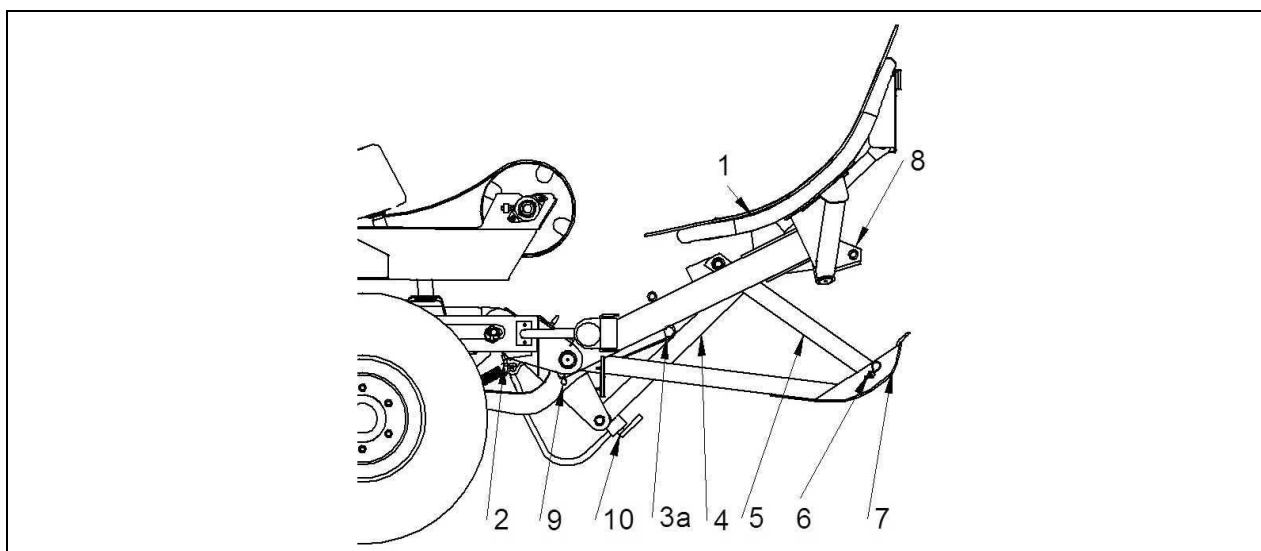

Рис. 26 Установщик рулонов в поднятой позиции (готов к установке рулонов на днище):
- а) Способ настройки установщика рулонов на днище показан на Рис. 26. Он состоит в установке опорных плеч в нижнем положении (3а) и соединения кронштейна ноги (5) с ногой (7) при помощи шкворня (6). Такое положение установщика дает возможность опустить ногу (7) на землю во время опускания отклоняющейся рамы, а затем повернуть лапу установщика так, что наступит изменение плоскости перемещения рулона с его бока на днище.